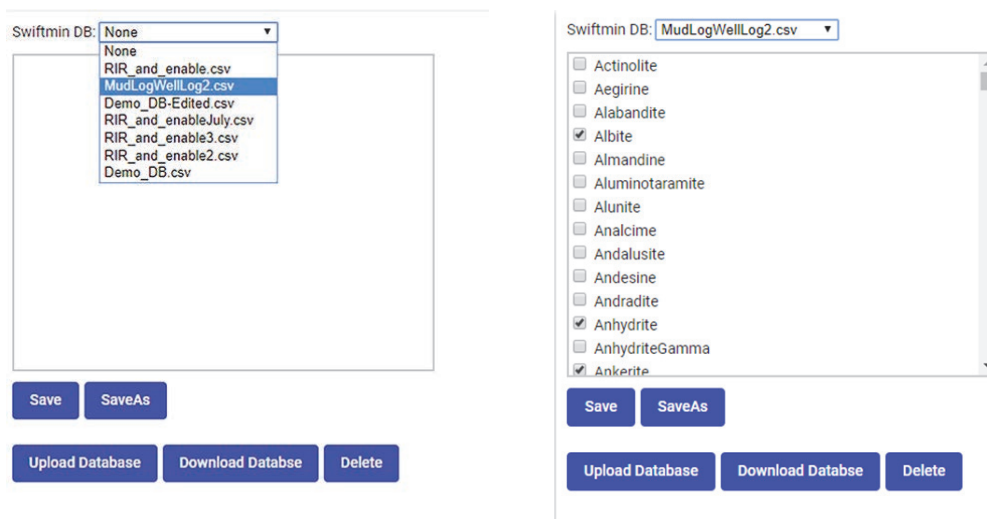

Рис. 5-8 Выбор БД (слева) и редактирование списка минералов (справа)
2. Нажмите стрелку вниз в поле выбора **SwiftMin DB** и выберите базу данных (см. Рис. 5-8 на стр. 80).
3. В списке минералов, отметьте минерал(ы), которые вы хотите включить или исключить из базы данных (см. Рис. 5-8 на стр. 80).